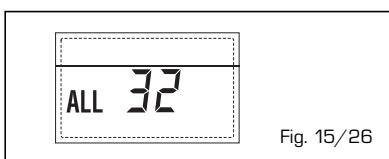

Fig. 15/26
- **ANOMALÍA COMUNICACIÓN FICHA RS-485 EN MODALIDAD MODBUS “ALL 33” (fig. 15/27)**